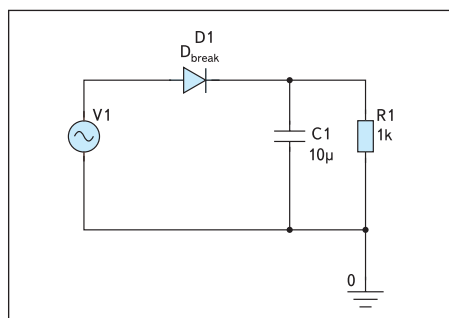

Рис. 5. Схема однополупериодного выпрямителя
4. В меню **Place** редактора схем Capture выберем **Part**. Поместим следующие УГО (условные обозначения показаны в круглых скобках), как показано на рис. 5:
6. В меню **Place** выберем **Wire** и протянем соединение между УГО, как показано на рис. 5.